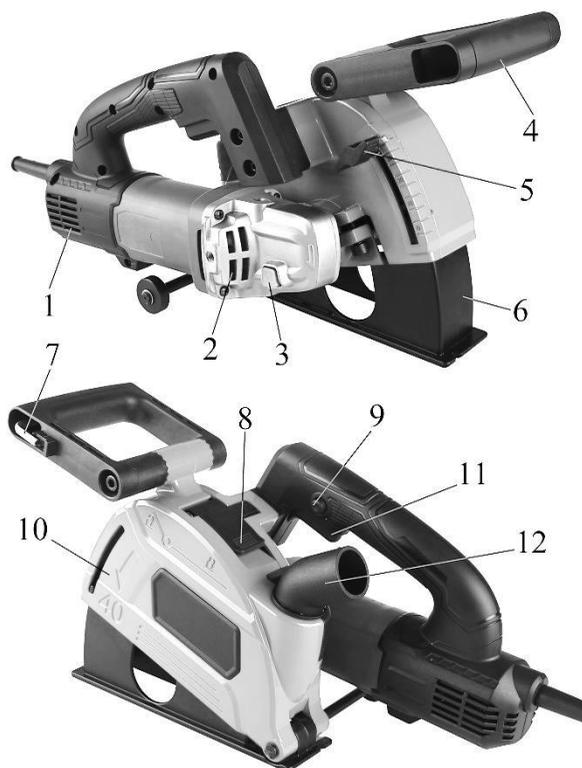
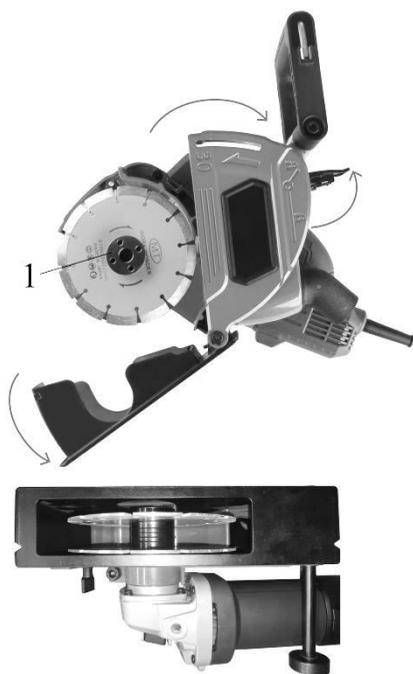

Рис. 1
Рис. 2
Извлеките изделие из упаковки. Отрегулируйте положение передней ручки (рис.1 п.4), с помощью шестигранного ключа (рис.1 п.7) ослабьте болт крепления ручки к кожуху, установите ручку в удобное положение и затяните болт. Установите необходимую глубину пропила, ослабьте гайку барашек с указателем (рис.1 п.5), переведите указатель глубины в необходимое положение и затяните гайку барашек. Для точной настройки глубины пропила на кожух нанесена шкала. Установите алмазные диски, потяните фиксатор
крышки кожуха (рис.1 п.8) вверх для разблокировки крышки кожуха (рис.1 п.10). Откройте крышку кожуха, потянув ее вверх. Отведите основание кожуха (рис.1 п.6) вниз (рис.2). Зафиксируйте шпиндель, нажмите и удерживайте кнопку блокировки шпинделя (рис.1 п.3), вращайте шпиндель до момента, когда кнопка переместится в крайнее нижнее положение и дальнейшее вращение шпинделя будет невозможным. Открутите план шайбу ключом против часовой стрелки (рис.2 п.1) и снимите регулировочные шайбы со шпинделя. Установите на шпиндель первый диск, затем установите регулировочные шайбы в количестве соответствующем требуемой ширине пропила.
Нанесите разметку на рабочую поверхность. Подключите сетевой шнур к розетке. Возьмите и крепко удерживайте инструмент двумя руками за переднюю и заднюю ручки. Установите штроборез на рабочую поверхность и совместите угловые вырезы на передней и задней части основания кожуха с линией разметки. Включите инструмент, нажмите и удерживайте клавишу выключателя (рис.1 п.11). Дайте штроборезу поработать несколько секунд, пока не будут достигнуты максимальные обороты двигателя. Для продолжительной работы зафиксируйте выключатель, нажав на кнопку (рис.1 п.9) Начните пиление, плавно надавите на переднюю ручку (рис.1 п.4), продолжайте до момента, когда диски достигнут нужной глубины. После чего потяните штроборез в направлении на себя. Пиление осуществляйте только по прямой линии, криволинейное пиление может привести к заклиниванию и разрушению дисков. По завершении работы выключите изделие, нажмите на клавишу выключателя (рис.1 п.11), дождитесь полной остановки дисков, после чего можно убирать штроборез с рабочей поверхности. Далее удалите часть рабочей поверхности между двумя пропилами с помощью отбойного молотка. Для удаления образовавшейся в процессе пиления пыли рекомендуем подключить штроборез к строительному пылесосу. Подключение осуществляется через патрубок (внутренний диаметр 32 мм) (рис.1 п.12) .
- после окончания работы очищайте изделие от пыли и грязи с помощью щетки или ветоши. Используйте сжатый воздух для продувки труднодоступных полостей. Особое внимание обратите на состояние вентиляционных отверстий (рис.1 п.1,2).